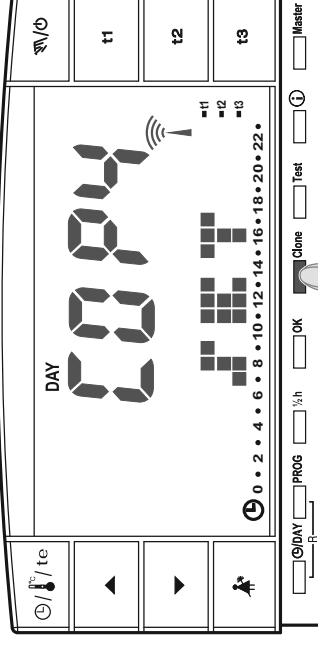

fig. 35
- Sul cronotermostato in ricezione premere il tasto **Clone** per 4 secondi, sul display apparirà la scritta **COPY SET**; il simbolo si accende per 1 secondo ad indicare l'invio della richiesta di connessione (esempio in fig. 35).